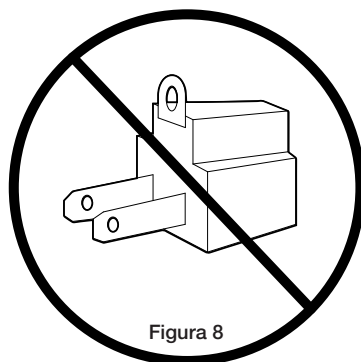

Figura 8
- No use un adaptador (Figura 8).